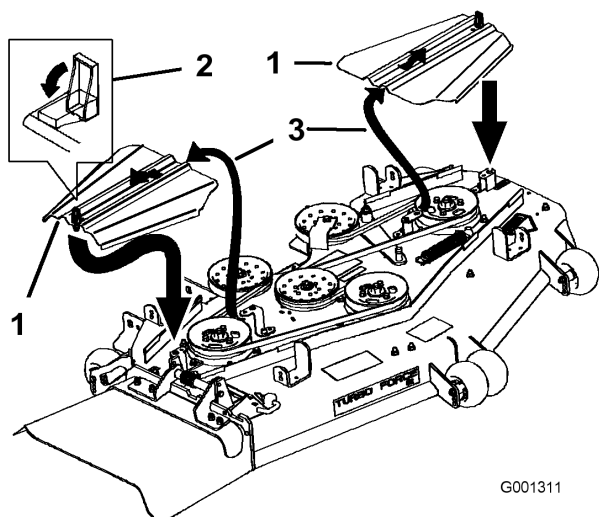

Figura 54
3. Retire las cubiertas de la correa (Figura 54).
9. Instale las cubiertas de las correas deslizando la cubierta sobre la pestaña, instale los pernos y cierre los enganches (Figura 54).